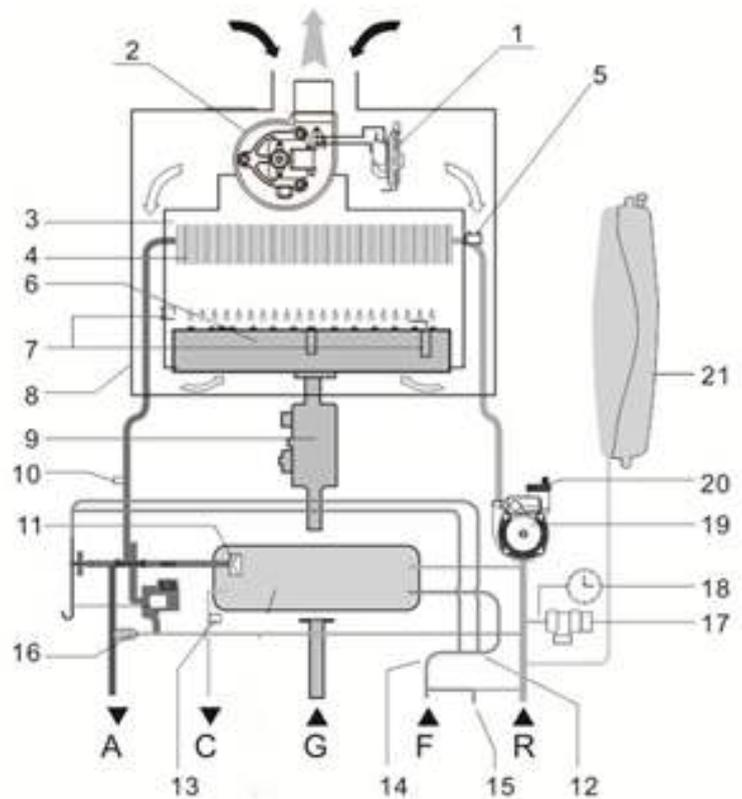

Рис. 6
3.7.2 Принципиальная схема циркуляции теплоносителя для модели с пластинчатым теплообменником ГВС (рис. 6)